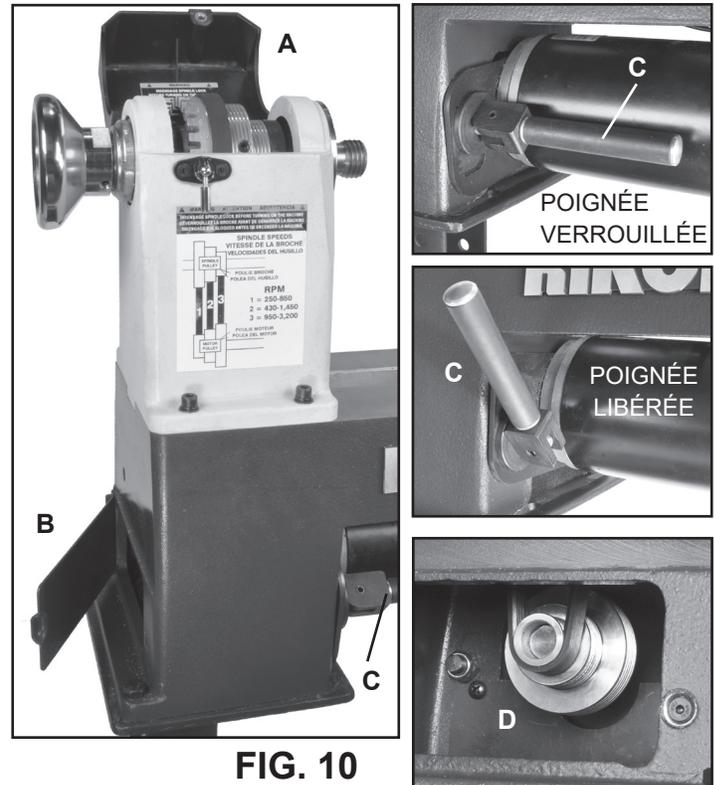
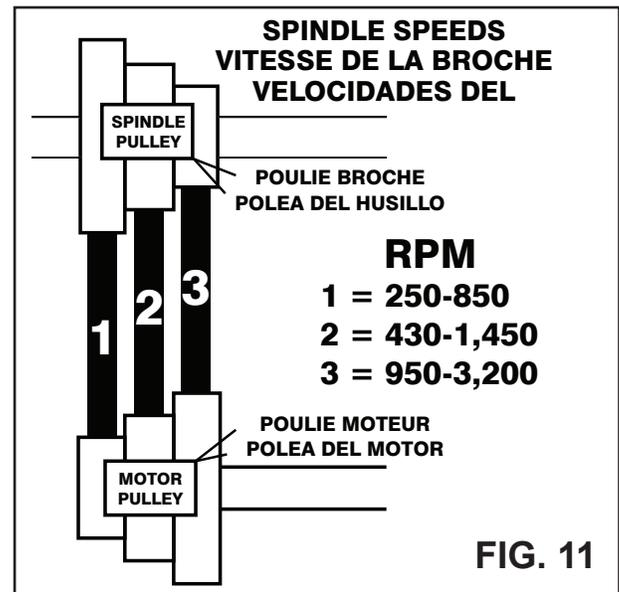

FIG. 10
FIG. 11
- Ouvrez le capot de la poupée fixe (#14B, FIG. 10, A) et la porte d'accès sur le côté gauche (#4A, B) pour accéder à la courroie et aux poulies à l'intérieur de la poupée fixe.
- Tirez la poignée vers l'avant pour dégager. FIG. 10, C.
- Modifiez la position de la courroie sur les 2 poulies. La courroie Poly-V (#38B) peut maintenant être repositionnée sur la poulie de la broche (#7B) et celle du moteur (#24A, FIG. 10, D) pour la plage de vitesses désirée. La Fig. 11 illustre la position pour chacune des 3 vitesses.